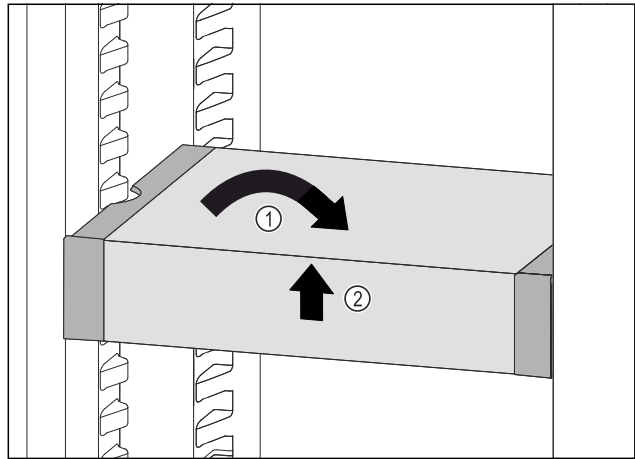

Fig. 142
- ▶ VarioSafe gerade stellen. *Fig. 142 (1)*
- ▶ VarioSafe vorne anheben. *Fig. 142 (2)*